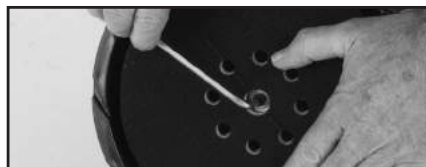

Fig. 11
- Tenendo il platorello per levigatura nel palmo di una mano, allentare con l'altra mano la vite a brugola con la chiave esagonale da 5mm in dotazione. (Fig. 11)